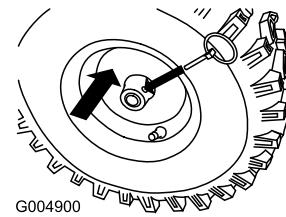

Figura 5
8. Infilate le ruote, quindi inserite il perno dell'asse nel foro del mozzo delle ruote, ed attraverso il foro **esterno** dell'asse (Figura 5).